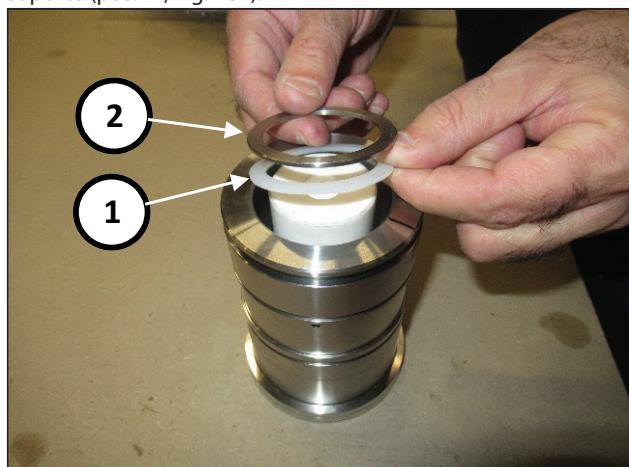

Fig. 182
Introducir la anilla antiextrusión (pos. ①, Fig. 182) y el anillo de soporte (pos. ②, Fig. 182).